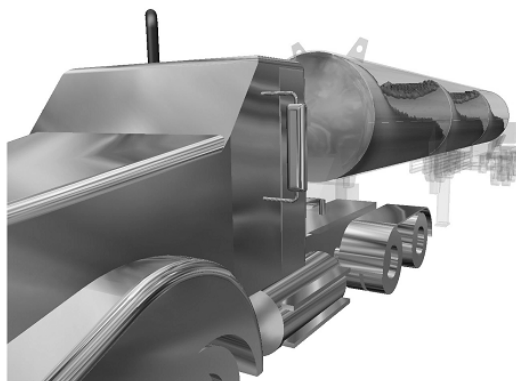

图 6-17 运油卡车
(1) 液体在水箱中的运动
(2) 水路运输与设施
- 水箱: 填满/灌入周期或进出口持续流动, 如图 6-17 和图 6-18 所示。